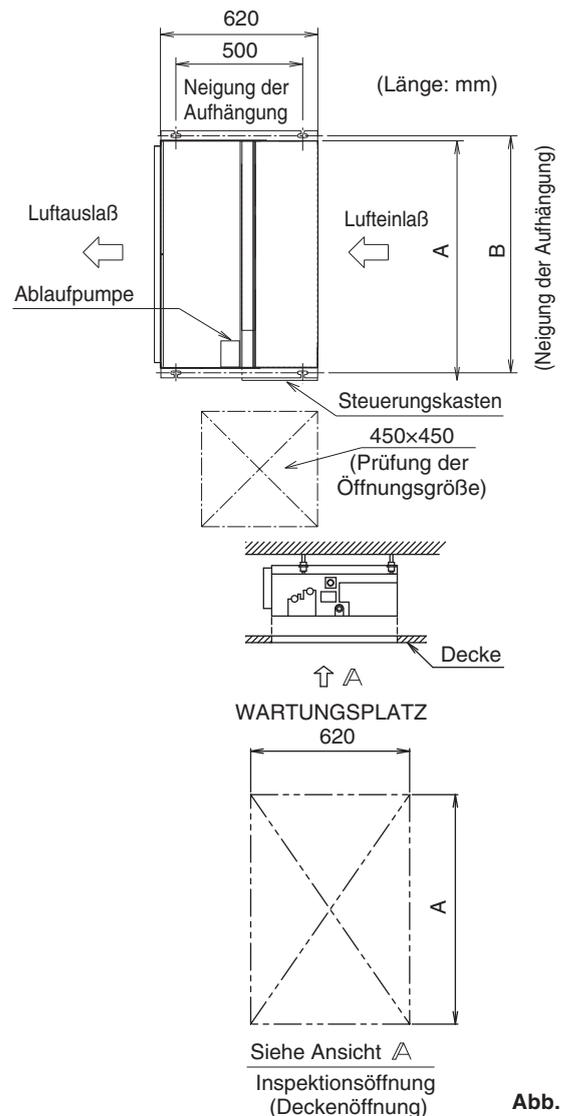

Abb. 2
(1) Vergewissern Sie sich, dass die Positionen der Abhängerbolzen mit den Haken am Gerät übereinstimmen. (Siehe Abb. 2)